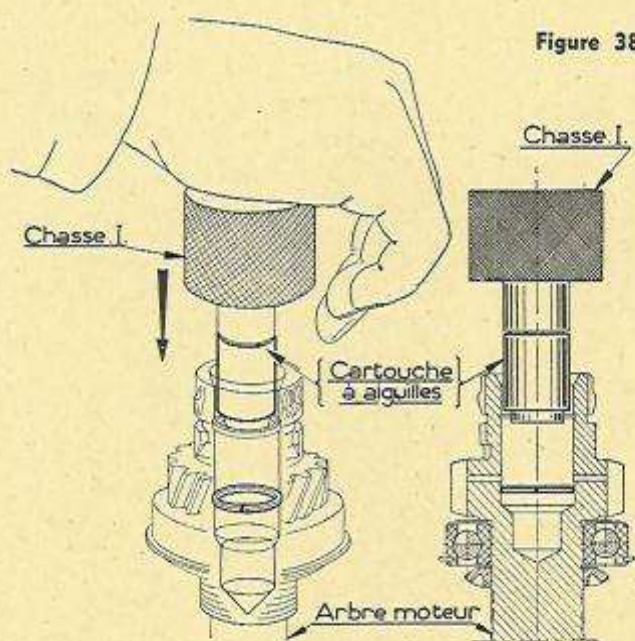

Figure 38.
- Placer la cartouche sur la chasse, les trois sertissures en avant et l'introduire en place d'un coup de paume de la main (fig. 38).